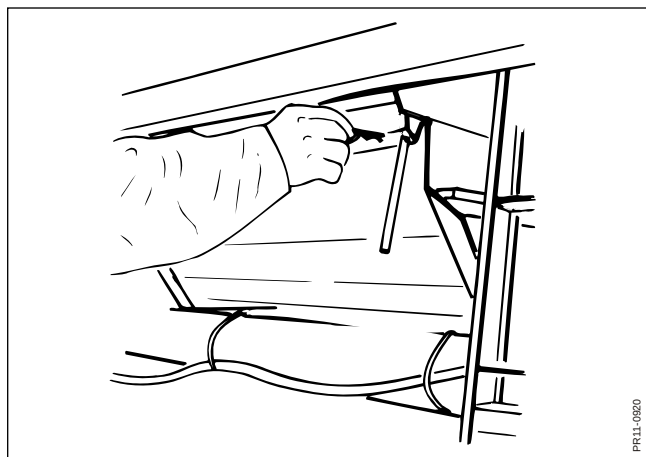

Fig. 5-2
- Fig. 5-2** 1. Skyddet bakom slipustrustningen sänks ner.